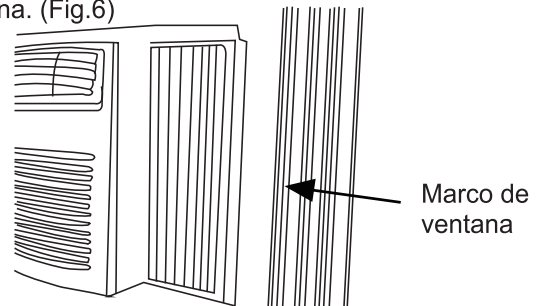

Fig.6
B. Extienda los paneles laterales en contra del marco de la ventana. (Fig.6)